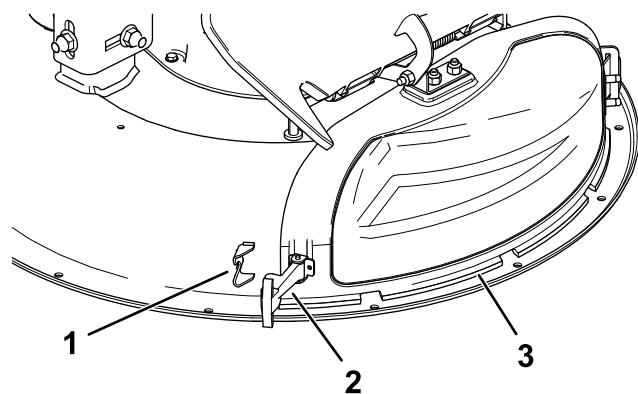

Рисунок 11
3. Отсоедините гибкую защелку от держателя защелки на крышке выброса и поверните крышку выброса вправо (Рисунок 11).
6. Прикрепите крышку выброса к деке, зацепив гибкую защелку на крышке выброса за держатель на деке (Рисунок 11).